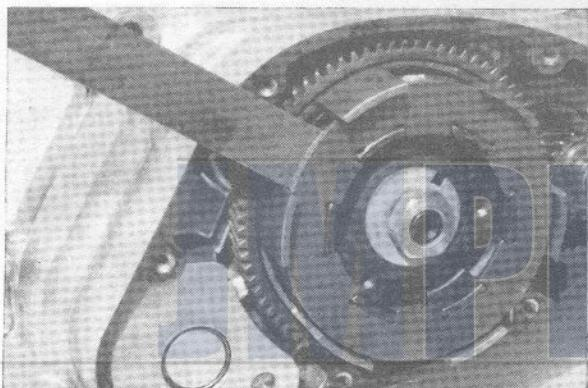

Fig. 14
- Van het koppelingshuis 7 bolkopbouten M6 x 40 losdraaien. Deksel en pakking afnemen. Borgplaat van de 3 instelbouten M6 x 26 van de koppeling vlak buigen, bouten verwijderen. Borgplaat, schotelveer van de koppeling, platen en koppelingsdrukpen (korte) met kapje eruit nemen. Let op: de koppelingsdrukpen heeft vulringen. De koppelingsnaaf losnemen door de borgplaat van moer M12 x 1 vlak te buigen. De koppelingsnaaf blokkeren met speciaal gereedschap (fig. 14). Moer M12 x 1 met rechtse draad losdraaien.